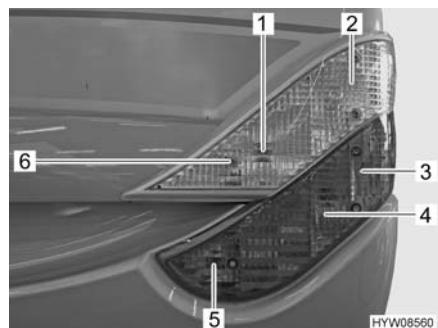

Fig. 183 Luci posteriori (lato anteriore)
- Svitare le sei viti ad esagono cavo (Fig. 183,6)